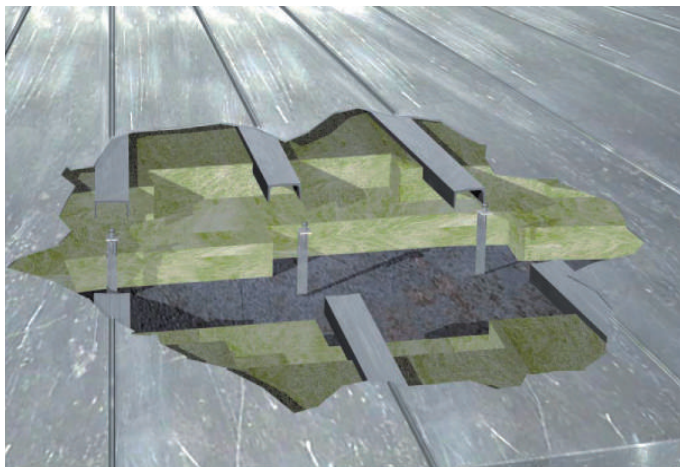

FIGURA 3
- Sobre los distanciadores se colocarán unas piezas en papel cerámico para evitar el puente térmico entre metales y sobre éstas se apoyará un perfil U que servirá de soporte de la cubierta de recubrimiento y dará al conjunto una resistencia al paso de personas. (Figura 3)